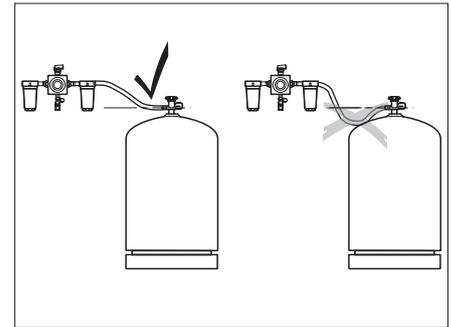

Fig. 64 Pose des tuyaux flexibles haute pression
- ▶ Lors de la pose des tuyaux flexibles haute pression, veiller à ce que les flexibles soient en montée continue (Fig. 64).